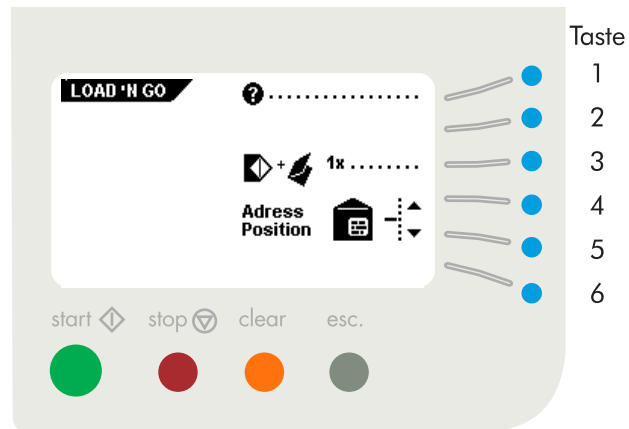

Abb. 26
- Einen Testlauf durchführen (Taste 3). Nach Betätigung dieser Taste wird die Einstellung der Einführposition gespeichert. Dann entspricht die Anzeige auf dem Bildschirm der Abb. 26.
Nach dem Testdurchlauf erscheint im Display das Menü „Load 'N Go™“ (Abb. 26), mit der zusätzlichen Möglichkeit, die Adressenposition zu ändern. Hierbei ist gegebenenfalls folgendermaßen vorzugehen::